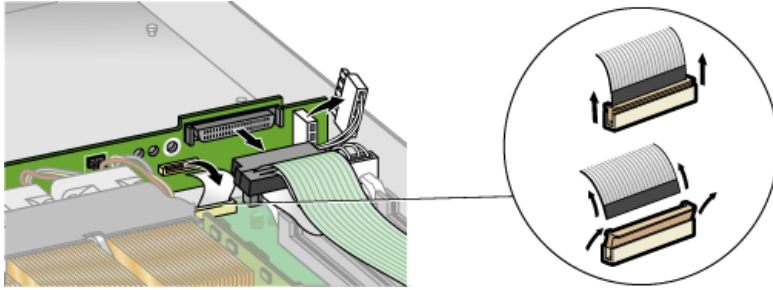

图 3-12 断开 SCSI 底板的电缆连接
6. 断开 5 针电源电缆、扁平小电缆以及 68 针带状信号电缆与 SCSI 底板的连接（请参见图 3-12）。